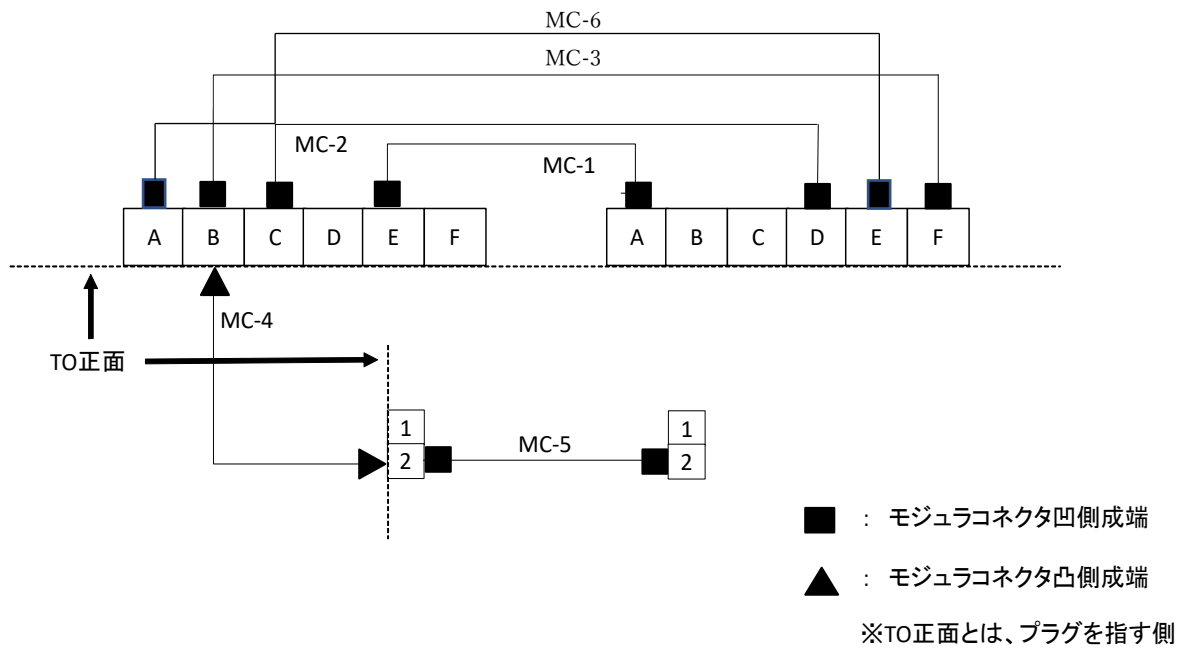

図4 配線図
- ・各 TO の配置・配線は図3、図4に従って行う。
- ・図3、図4に従い、モジュラコネクタを配置するとともに、空きポートにブランクチップ (No.18)を取り付けて、TO1 及び TO2 (No.14～17) を組み立てる。
- ・パッチコード(MC-4)を作成し、図4に従い接続する。